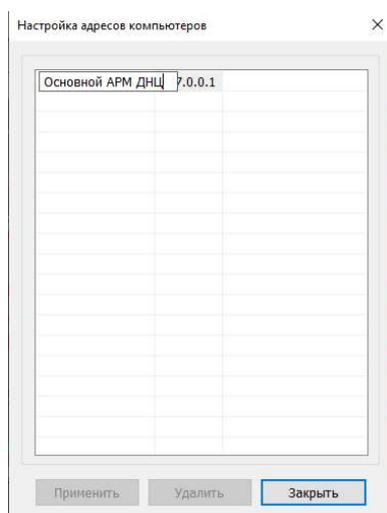

*Рис.139. Окно «Настройка адресов компьютеров».*
*Для работы со списком компьютеров служит окно «Настройка адресов компьютеров», (см. рис.139, 140) вызываемое при помощи пункта меню «Администрирование/Настройка прав доступа/настройка адресов компьютеров». Пункт меню доступен при наличии ключа аппаратной защиты, вставляемого в USB-порт.*